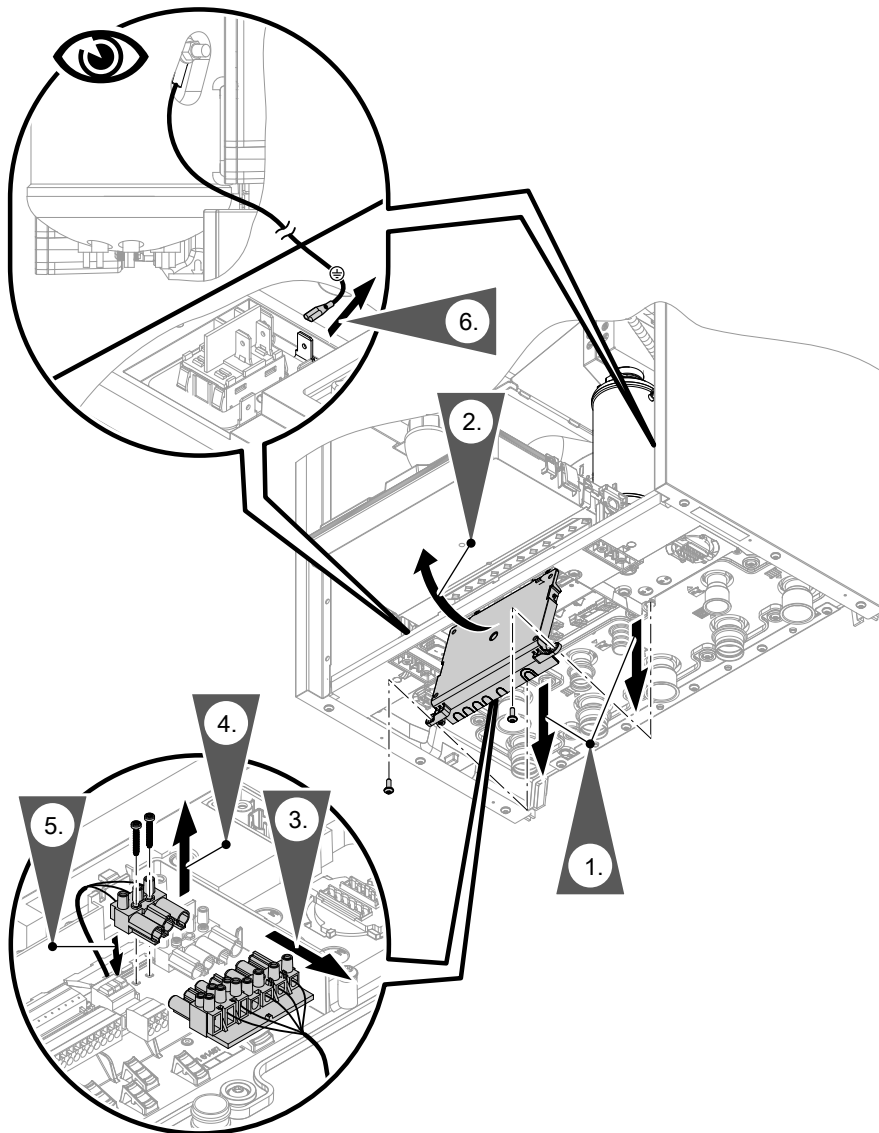

Abb. 109
- Anschlüsse Heizwasser-Durchlauferhitzer: Stecker der Netzanschlussleitung: Siehe Kapitel „Netzanschluss Heizwasser-Durchlauferhitzer“ und Abb. 109.